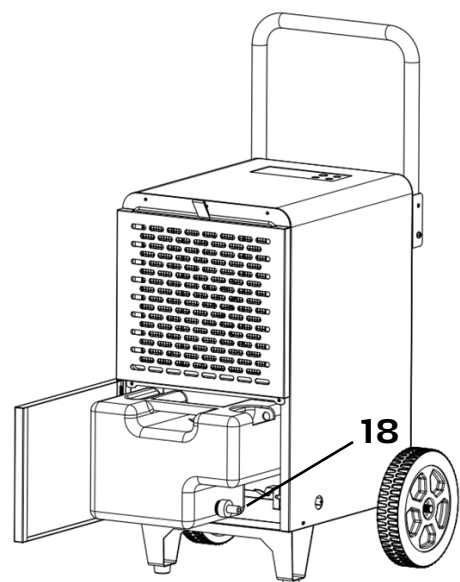

Afb. 7
- Condensreservoir verwijderen (afb. 7)